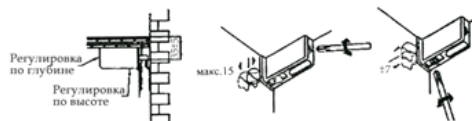

рис.2
- с помощью регулировочных винтов отрегулировать изделие по высоте (± 7 мм) и по глубине (макс. 15 мм) (Рис.2);